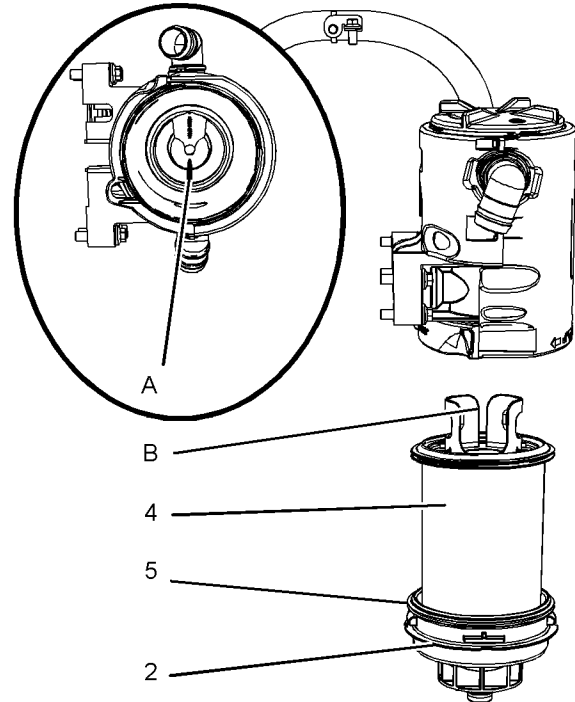

Abbildung 94
4. Eine neue Dichtung (5) einbauen. Einen neuen Filter in den unteren Deckel (2) einbauen.
5. Ausrichten von Position (A) am oberen Deckel mit Position (B) am Filterelement. Siehe Abbildung 94.